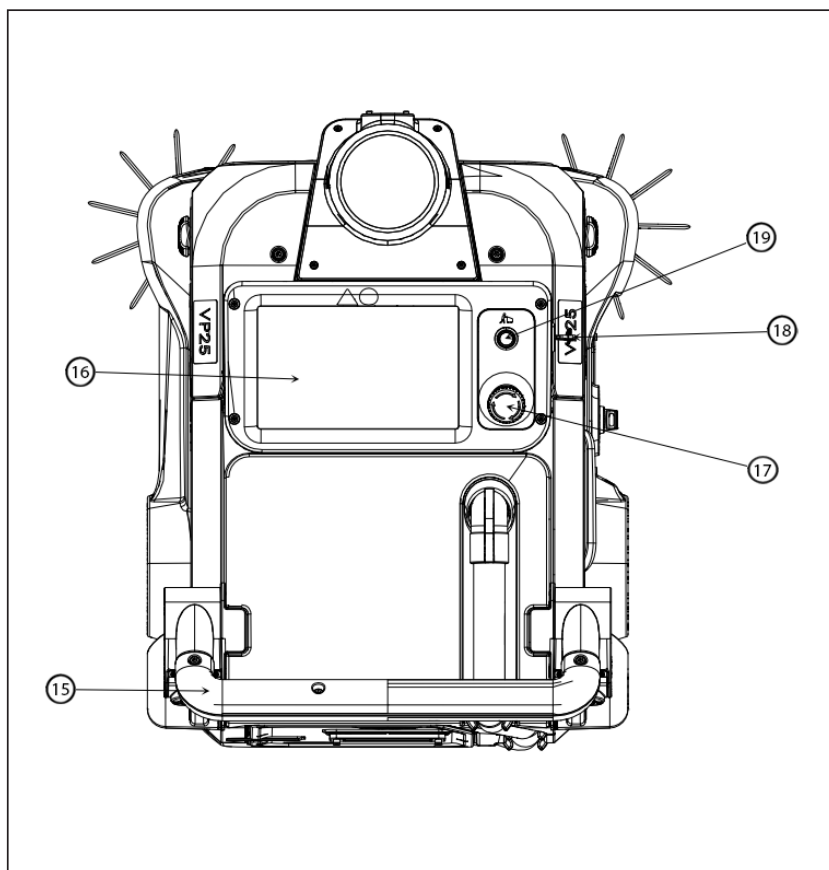

Figure 3
2. Insérez la clé dans l'interrupteur à clé (18) (Fig. 3).
2. Le voyant bleu sur le bouton de verrouillage/déverrouillage des roues (19) (Fig. 3) indique que les roues sont verrouillées.
L'écran tactile (16) (Fig. 3) est utilisé pour faire fonctionner la machine. Chaque utilisateur VP25 se voit attribuer un « ID utilisateur » et un code PIN uniques à utiliser avec l'écran tactile. Vous devez être connecté pour faire fonctionner la machine.